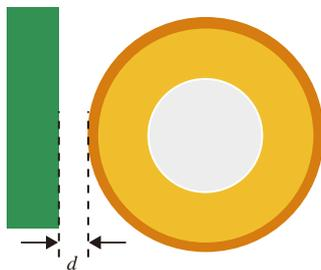

图 6-27 练习题 2 图
2. 阻焊开窗边缘与导线的距离太近容易导致线路露铜，给产品带来隐患。为提高产品质量，嘉立创建议工程师在设计 PCB 时，阻焊开窗边缘与导线的间距越大越好，最小间距  $d$ （见图 6-27）应尽量不小于以下哪个参数？（ ）